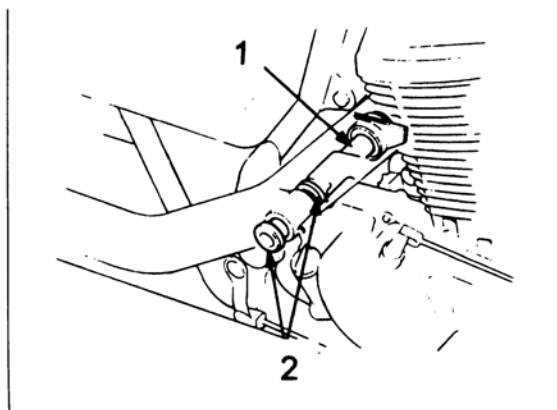

Bild 91
- ⚠ Auf richtige Einbaulage der Schwingarm-Distanzhülsen achten (Bild 91)!